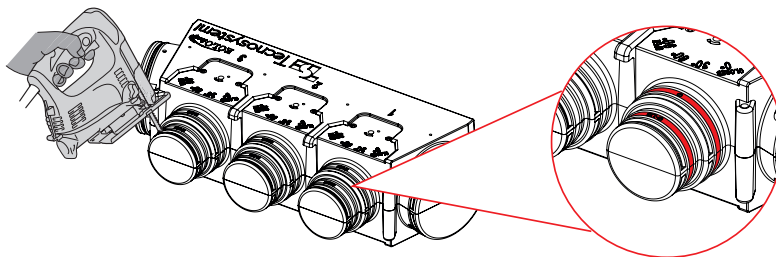

Fig. 7
9. Tagliare i collarini con un seghetto alternativo o una lama con filo a caldo, in corrispondenza delle scanalature, in base al diametro scelto. Fig. 7
9. *Cut the collars with a jigsaw or hot-wire blade at the grooves, on the basis of the diameter chosen. Fig. 7*